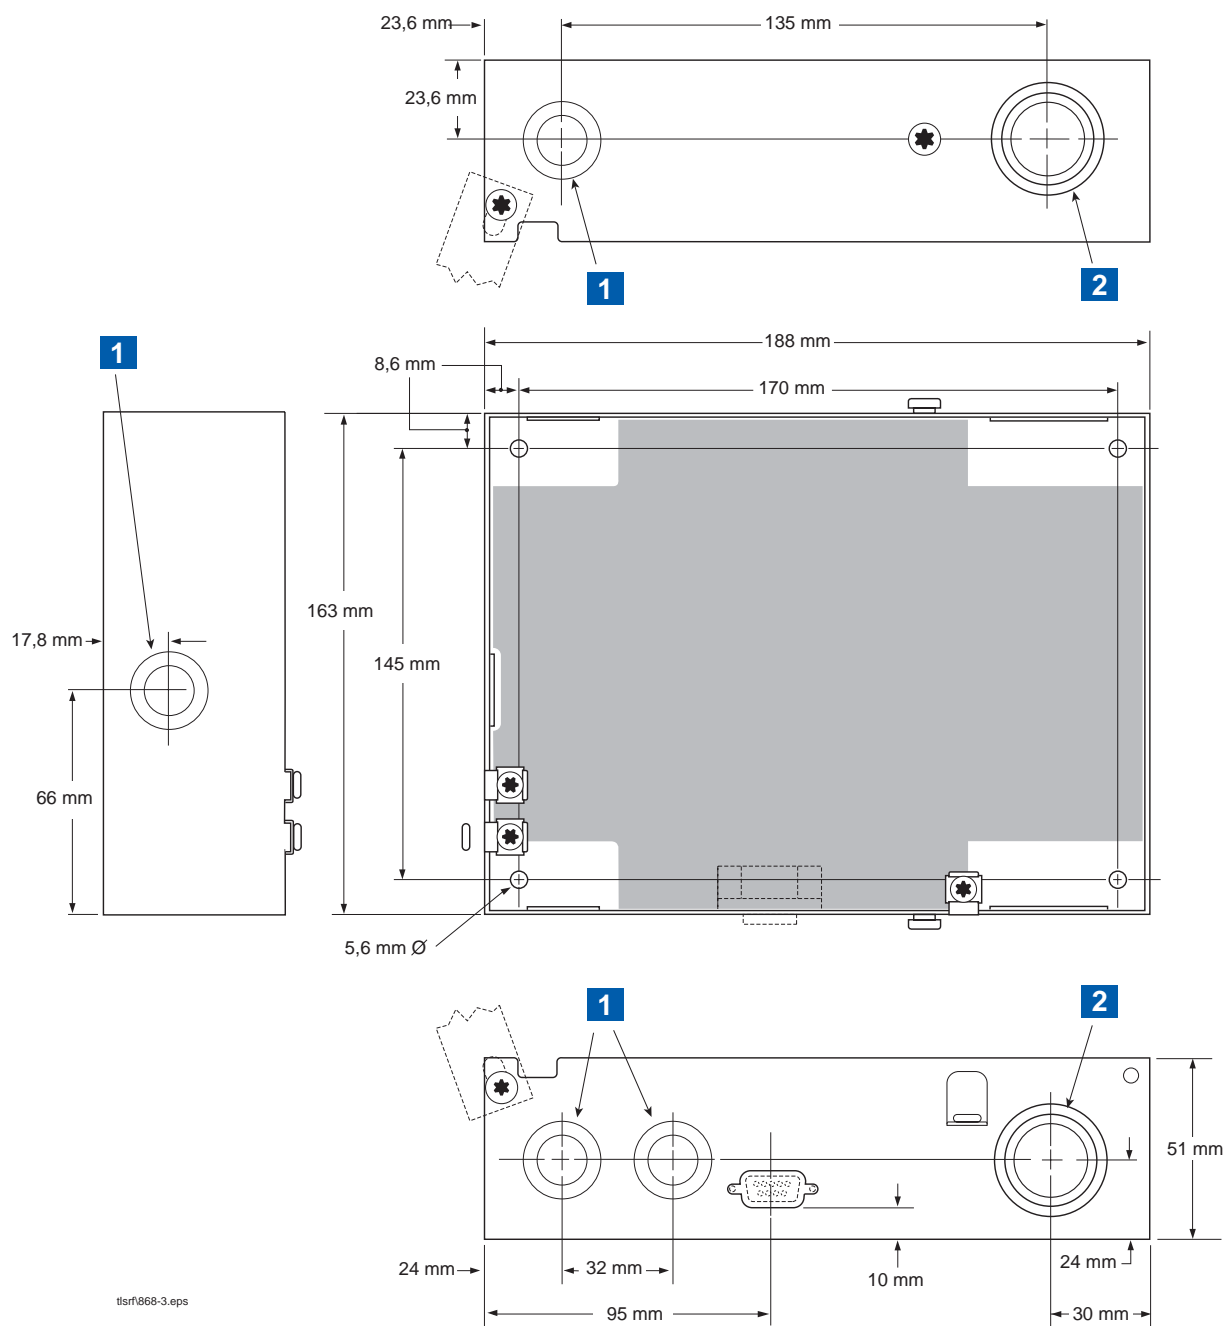

Abbildung 3. Abmessungen von TLS RF und Gehäuseausbrüche
Abbildung 3 zeigt die Abmessungen des TLS RF.
LEGENDE FÜR NUMMERIERTE KÄSTCHEN IN ABBILDUNG 3
Abbildung 5 zeigt die empfohlene Geräteinstallation. Installieren Sie das Gerätegehäuse gemäß des in Abbildung 3 gezeigten Lochabstandes von 170 x 145 mm. Es können Befestigungsschrauben von bis zu 4,7 mm Durchmesser verwendet werden.
<ol style="list-style-type: none"> 1. Schutzleiter (2,5 mm²) an Erdungsklemme befestigen. 2. Potentialausgleich (grün und gelb), 4 mm² an Erdungsklemme befestigen. Das Erdpotential muss identisch mit der der Spannungsversorgung sein und der Widerstand der Potentialausgleichsleitung weniger als 1,0 Ohm zur Masse betragen. 3. Netzspannungsanschluss (2,5 mm²) zu Wechselstromanschlussklemmen (AC INPUT). 4. HINWEISE ZUM NETZSPANNUNGSANSCHLUSS: <ul style="list-style-type: none"> - Der Potentialausgleich muss einen Querschnitt von 4 mm² oder größer haben. - Sicherstellen, dass der elektrische Widerstand – zwischen Erdungsanschluss und der Stationserde weniger als 1 Ohm beträgt. - Der Netzanschluss an einen separaten, einzeln abgesicherten, Spannungsanschluss anschließen. - Anschlusswerte – 240 VAC, 50/60 Hz, max. 2 A. - Für die Details der Kabelausbrüche im TLS RF siehe Abbildung 3. Die Netzverdrahtung darf nur in einer dieser Leitungseinführungen eingeführt werden. 5. Eigensicherer Bereich 6. Netzanschlussbereich 7. RS-232-Diagnoseanschluss: <ul style="list-style-type: none"> - Baudrate - 9600 - Datenlänge - 8 - Parität - Keine - Stoppbits - 1
- Für die Details der Kabelausbrüche im TLS RF siehe Abbildung 3. Die Netzverdrahtung darf nur in einer dieser Leitungseinführungen eingeführt werden.